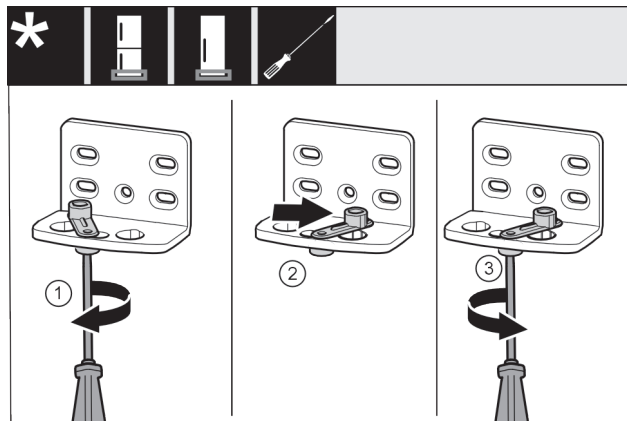

Fig. 41 *
- Schroef Fig. 41 (1) met een schroevendraaier losdraaien.*
- Deurslithulp Fig. 41 (2) optillen en 90° naar rechts in de boring draaien.*
- Schroef Fig. 41 (3) met een schroevendraaier vastschroeven.*